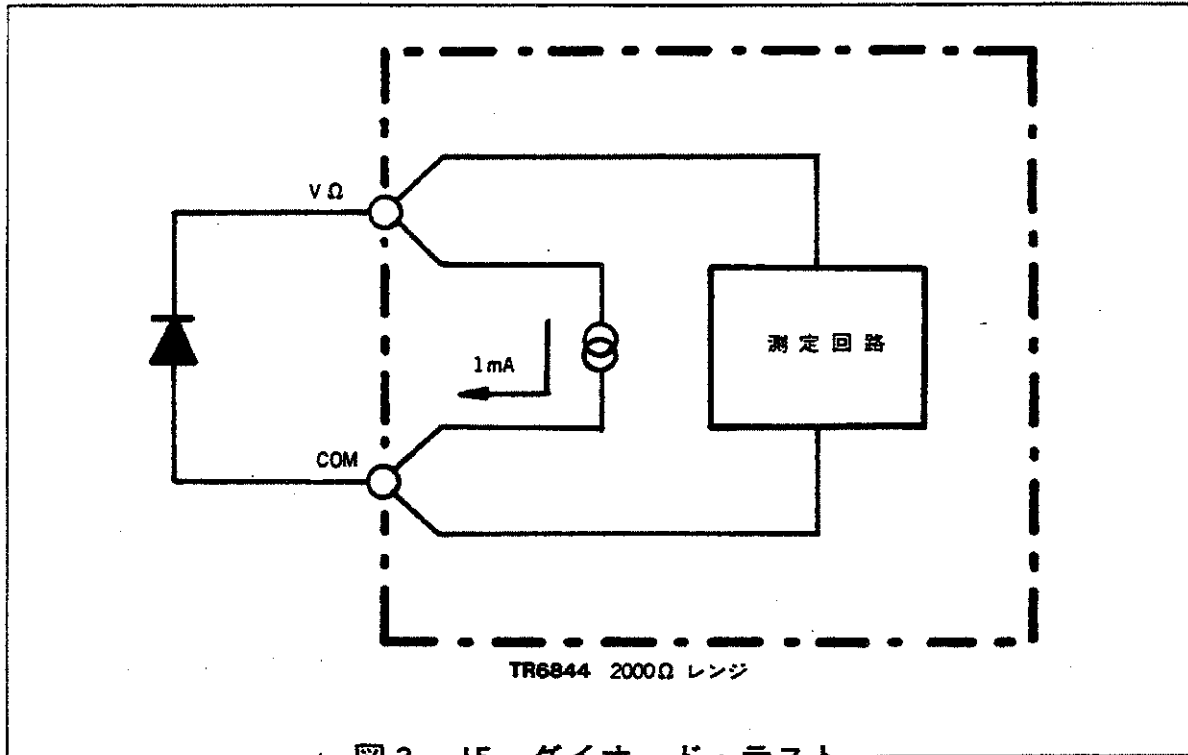

図3-15 ダイオード・テスト
(図3-15参照)
⑤ 測定結果は、「mV」の単位で読んで下さい。(図3-15参照)